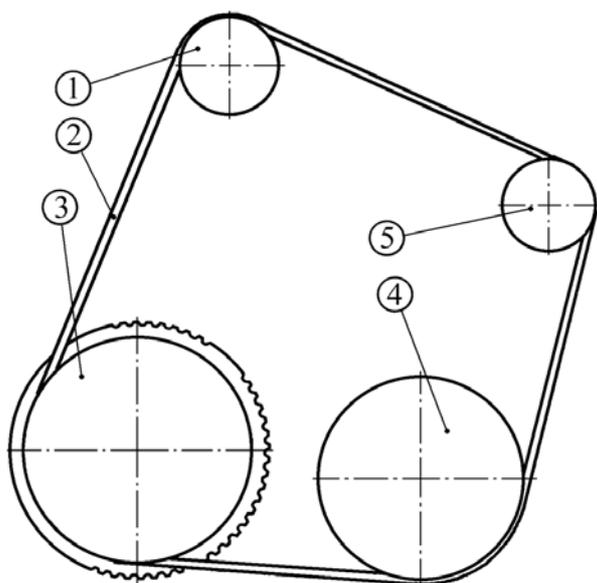

Рисунок 3 - Схема установки ремня привода вспомогательных агрегатов:
3.2 Проверить натяжение ремня привода навесных агрегатов, при необходимости отрегулировать. Частота колебаний ветви ремня между натяжным роликом 1, рисунок 3, и шкивом 5 генератора должна быть: для нового ремня – (140 ± 5) Гц, для ремня, бывшего в эксплуатации – (130 ± 5) Гц. Регулировку натяжения ремня привода навесных агрегатов выполнять поворотом натяжного ролика против часовой стрелки. После регулировки затянуть болт крепления натяжного ролика. Момент затяжки болта - 43...52 Н.м (4,3...5,2 кгс.м) (ключ 67.7812-9573 для натяжного ролика, головка сменная 17, вороток, прибор "LADANOPMA - ПИHaP", ключ моментный).